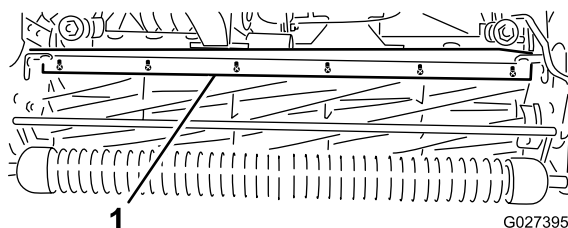

Bild 52
1. Lockern Sie die Schrauben, mit denen die obere Leiste an der Schneideinheit befestigt ist (Bild 52).